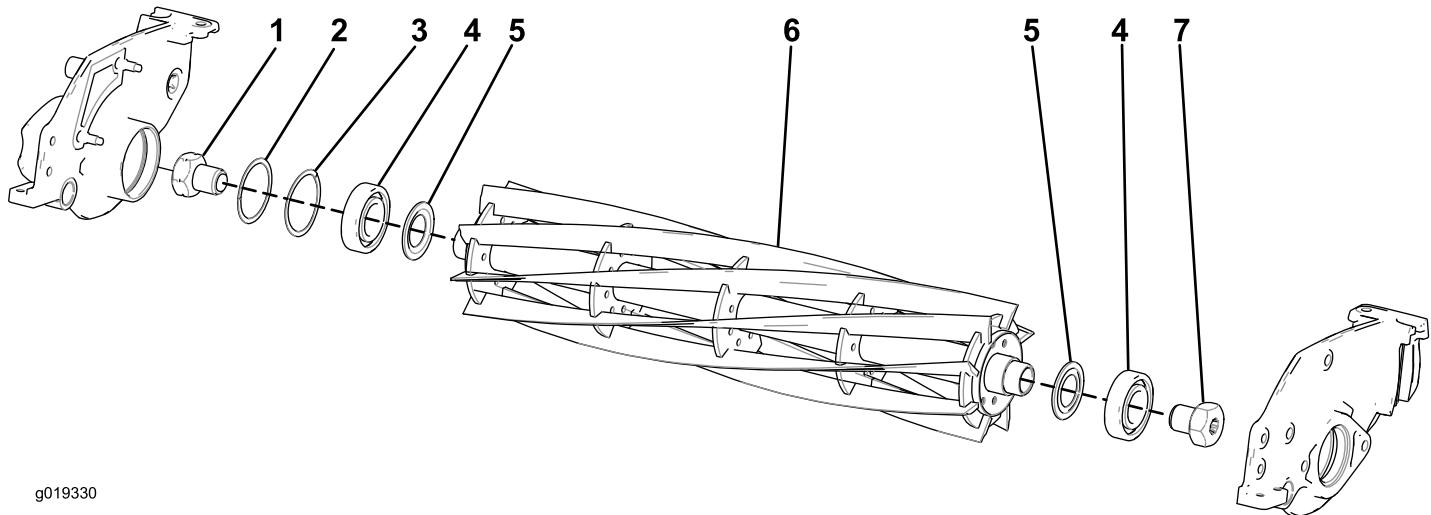

Figure 1
- Sur le côté droit du nouveau cylindre (Figure 1), posez une rondelle floquée, une roulement étanche et l'écrou droit.
- Sur le côté gauche du nouveau cylindre (Figure 1), posez une rondelle floquée, une roulement étanche et l'écrou droit.
- Poser la rondelle d'espacement et la rondelle élastique dans le boîtier de roulement, dans la plaque gauche (Figure 1).